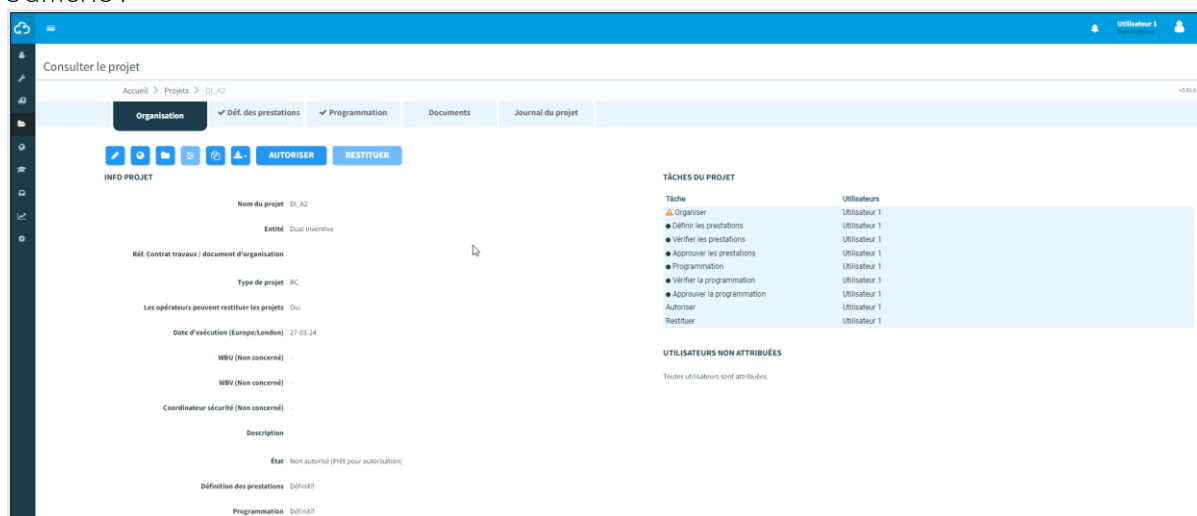

Figure 42 Afficher le projet
1. Allez à la page Afficher le projet (Figure 42),